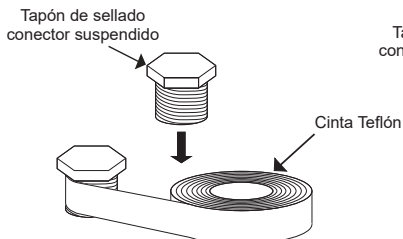

Fig. 4.5
12. Utilice cinta teflón para envolver y sellar completamente el perno de sellado del conector de suspensión (fig. 4.5).